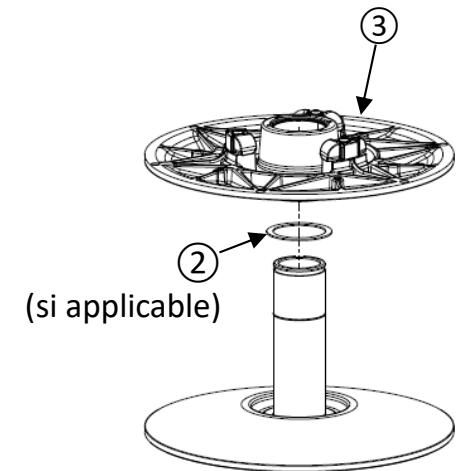

Figure 30
- Mettez la rondelle ② (si applicable) sur le flasque fixe ① puis placez le flasque coulissant ③ (figure 30).